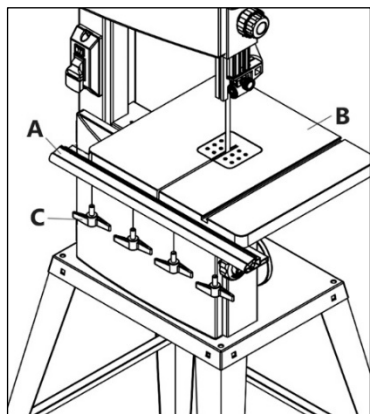

Рисунок 7.
Зафиксируйте направляющую А на рабочем столе В при помощи четырех ручек С (рис. 7).
- Ослабьте четыре фиксирующие ручки С (рис. 7) направляющей упора и снимите ее.